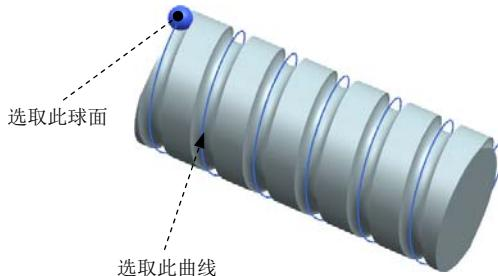

图 4.9.3 定义点在线上副
弧中心”选项，在模型中选取图 4.9.3 所示的球面为原点参考。
(3) 在模型中选取图 4.9.3 所示的曲线为参考。
(4) 单击按钮，完成点在线上副的创建。